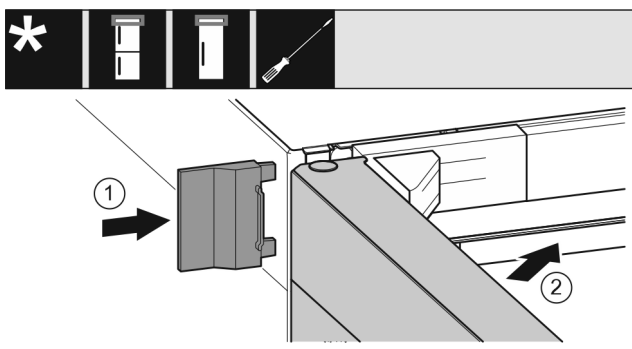

Fig. 23
- ▶ Työnnä ulompi suojus Fig. 23 (1) päälle.
- ▶ Sulje ylempi ovi Fig. 23 (2).